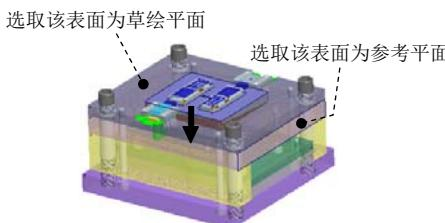

图 31.89 定义草绘平面
Step1. 创建复位杆参考点。单击 模型 功能选项卡 基准 ▾ 区域中的“草绘”按钮 ，系统弹出“草绘”对话框；选择图 31.89 所示的表面为草绘平面，选择图 31.89 所示的工件
Step2 创建复位杆修剪面。在屏幕右下角的“智能选择栏”中选择“几何”选项。选取图31.89所示的草绘平面，然后单击**模型**功能选项卡**操作**▼区域中的“复制”按钮。单击“粘贴”按钮。在“曲面：复制”操控板中单击按钮；单击**EMX 常规**功能选项卡**工具**▼控制区域中的**EMX 工具**▼按钮后面的▼，在下拉菜单中选择**识别修剪面**按钮，系统弹出“顶杆修剪面”对话框；单击对话框中的<+>，系统弹出“选择”对话框，选取之前复制的曲面为复位杆修剪面；在“选择”对话框中单击**确定**按钮，然后单击“完成”按钮。